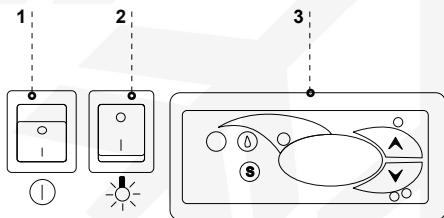

Abb.10 Steuerungspaneel
- Hauptschalter-Taste drücken Abb.10/1 (S.33), dadurch wird das Einschalten des Thermostats und Aggregats gelöst
- Auf der Temperaturregelung Abb.10/3(S.33) die Temperatur einstellen (für Bedienung siehe S.38 oder 39)
- Beleuchtungs-Taste drücken Abb.10/2 (S.33)